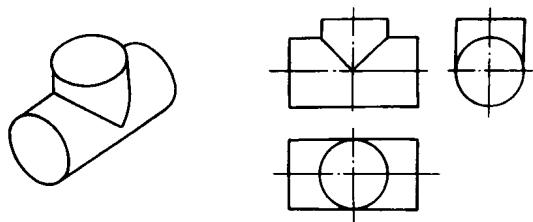

图 1-7 等径正三通管三面投影图
2. 等径正三通管 等径正三通管三面投影如图 1-7 所示。